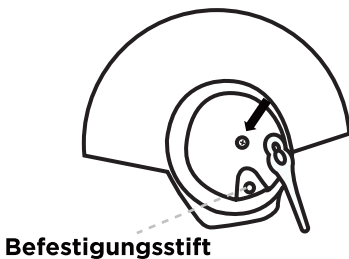
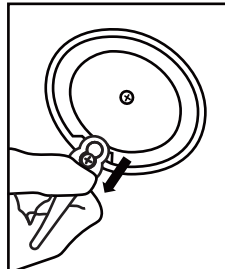

Abb. 4
Abb. 5
- b. Richten Sie die Kunststoffklinge mit dem Fixierstift aus. (Abb. 4) Hängen Sie die Klinge über den Fixierstift. (Abb. 5)